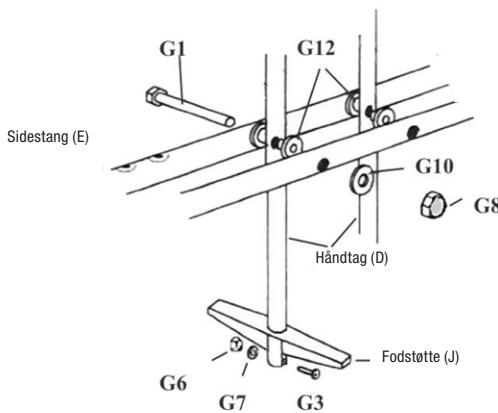

Fig 14
9. Tryk plastmufferne (G11) i håndtagenes sidehuller. Gør siddestangen (E) fast til håndtagene (D) med 85 mm M8 6-kantsbolte (G1), M8 skiver (G10) og M8 kuppelmøtrikker (G8). Sørg for, at hullerne til tvillingegryngens sæder vender opad.
10. Gør fodstøtten (J) fast til den underste del af håndtagene med 42 mm unbrakobolte (G3), M6 skiver (G7) og M6 kuppelmøtrikker (G6). Spænd alle møtrikker til. Se fig. 14.